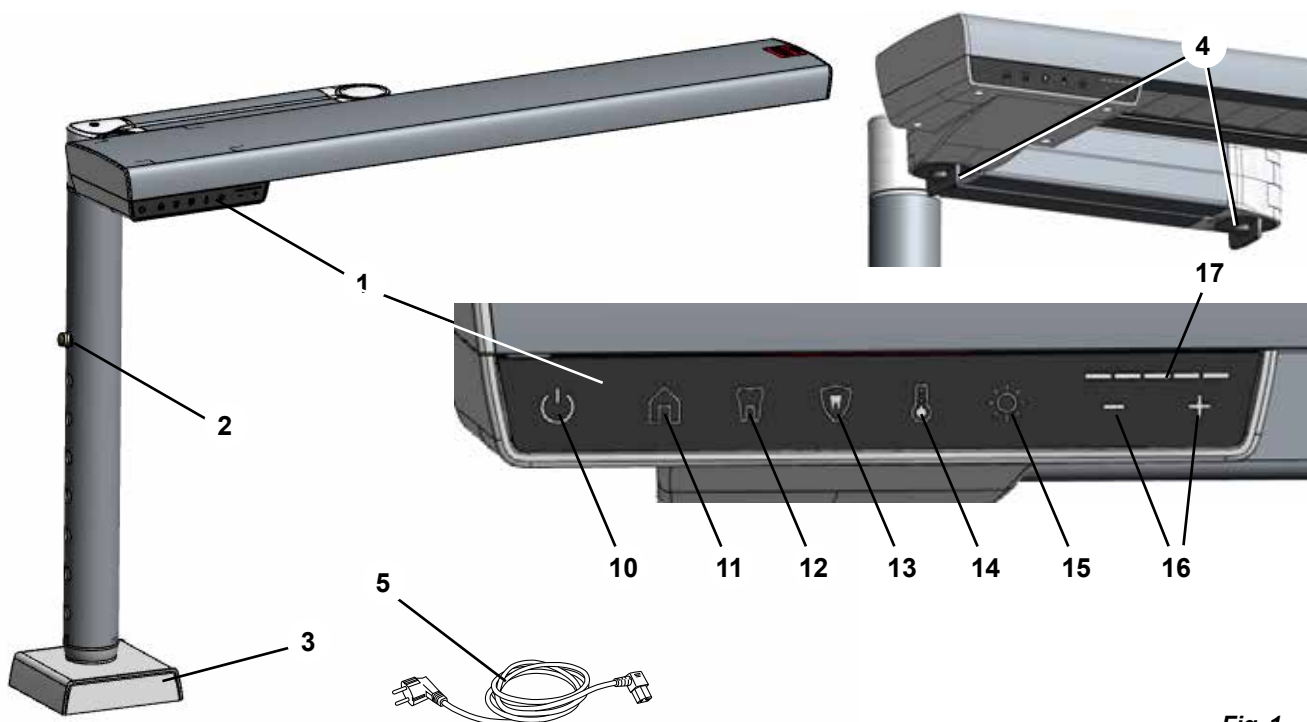

Fig. 1
⇒ Presione el bloqueo de ajuste de altura (2, fig. 1) y extraiga el tubo interior en el zócalo hasta la posición máxima.
i Para determinar la ubicación de montaje adecuada, afloje el bloqueo de la articulación (4, Fig. 1) y compruebe que puede mover la lámpara del lugar de trabajo a la posición óptima descrita anteriormente (capítulo 4.2.1).
- ♦ Se ilumina la tecla Luminosidad (15, fig. 1).
- ♦ El valor de luminosidad actual se muestra en el indicador Intensidad (17, fig. 1).